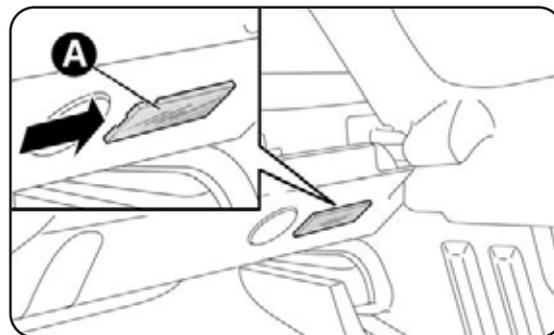

fig. 33
- abrir a bagageira e extrair o plafonier A-fig. 33 actuando no ponto indicado pela seta,
- voltar a montar o plafonier A-fig. 33 introduzindo-o na sua correcta posição, primeiro de um lado e depois pressionando no outro lado até sentir o ressalto de bloqueio.